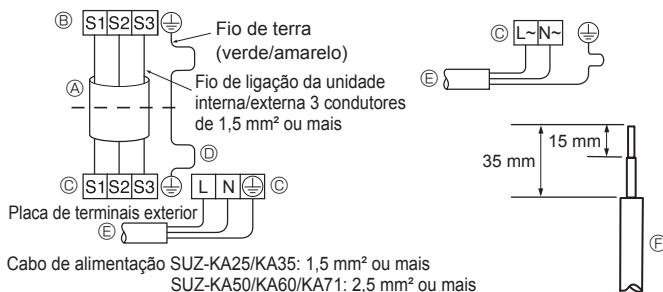

**Fig. 6-1**
### 6.1. Unidade exterior (Fig. 6-1, Fig. 6-2, Fig. 6-3, Fig. 6-4)
- ① Retire o painel de serviço.
- ② Ligue os cabos referentes à Fig. 6-1, Fig. 6-2, Fig. 6-3 e Fig. 6-4.